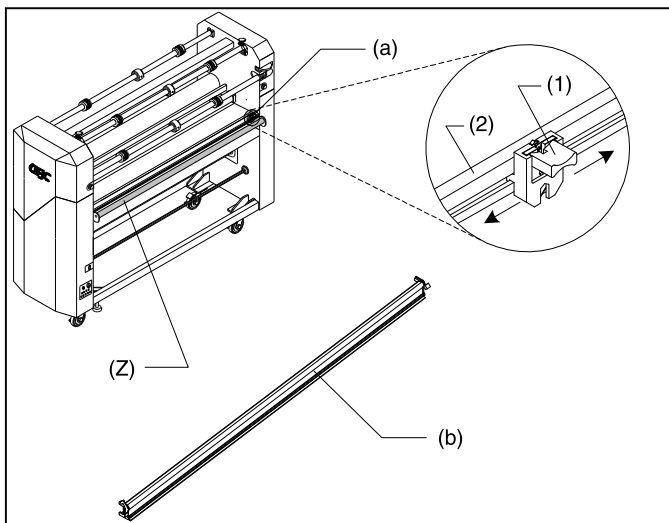

Fig. 22
Z. EXIT IDLER: (Figure 22)
a. REAR SLITTER: (Figure 22)
b. SEPARATOR BAR: (Figure 22)